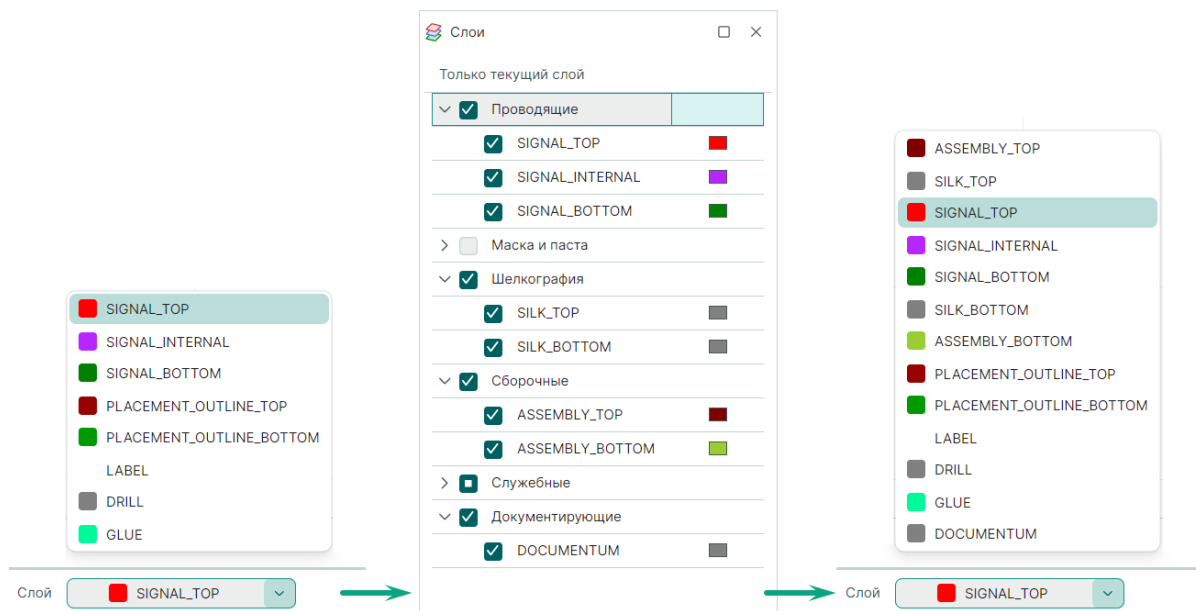

Рис. 112 Активация слоя
1. Выберите текущим один из слоев классов «SILK» («Шелкография»), «ASSEMBLY» («Сборочные») или «DOCUMENTUM» («Документирующие»), на котором необходимо разместить атрибут. Если данные слои не отображаются в выпадающем списке «Слои», то нужно активировать их в функциональной панели «Слои», см. Рис. 112.